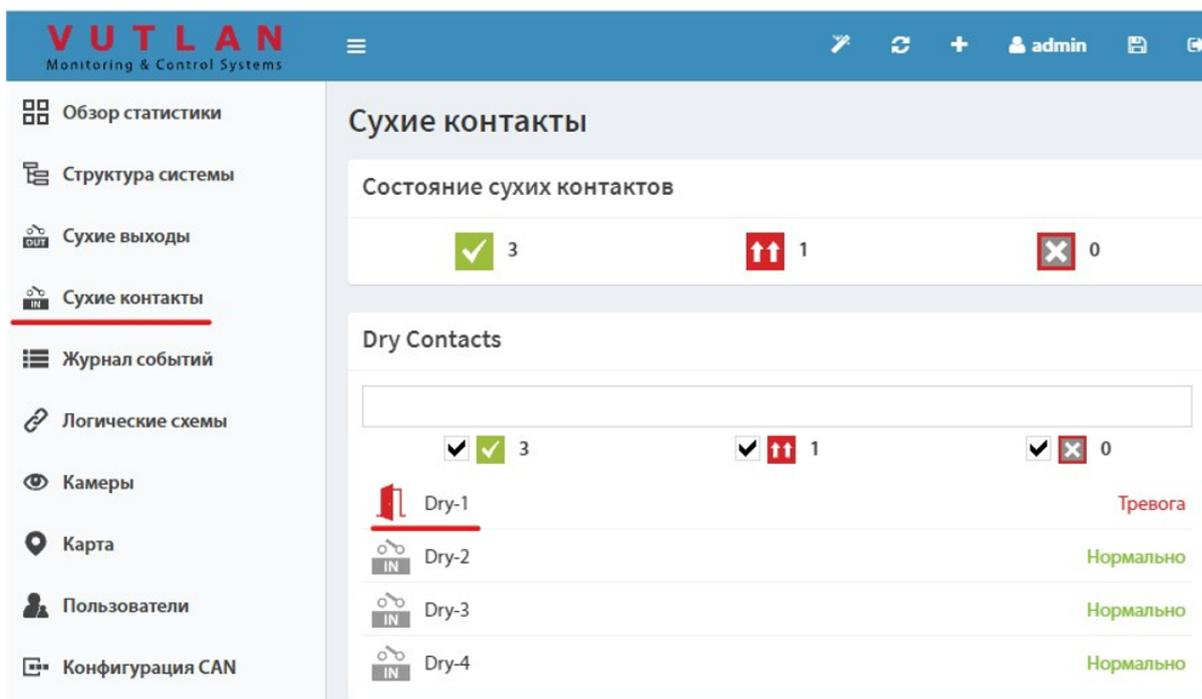

Рисунок 11 - Интерфейс управления «Сухими контактами»
Контроль открытия двери рассмотрим на примере геркона. К устройству VT825 подключить геркон. Разъём на корпусе с обозначением «DRY CONTACTS (IN)», подключить на любой вход относительно GND. На Web интерфейсе зайти в раздел «Сухие контакты», выбрать номер подключенного входа, в окне настроек произвести необходимые настройки, рисунок 11.